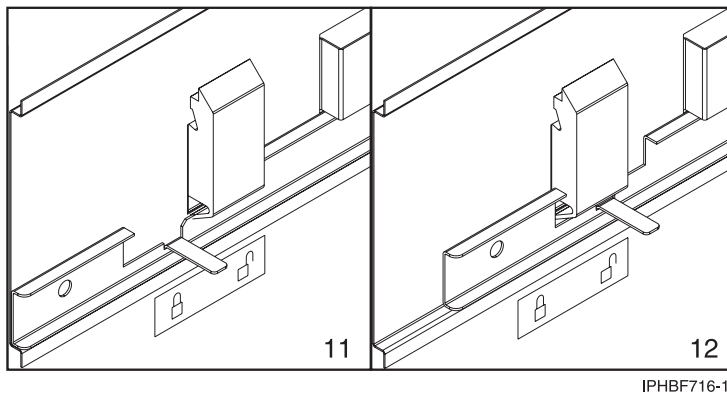

Abbildung 56. Aufkleber für geschlossene/geöffnete Position an Abdeckung anbringen
- e. Bringen Sie einen Aufkleber für die geschlossene/geöffnete Position so an der Innenseite der Abdeckung an, dass sich die Zunge der Schiebeleiste über dem Symbol für die geschlossene Position befindet (siehe 11 in Abb. 56 auf Seite 76), wenn die Schiebeleiste in der geschlossenen Position ist, und dass sich die Zunge der Schiebeleiste über dem Symbol für die geöffnete Position befindet, wenn die Schiebeleiste in der geöffneten Position ist (siehe 12).